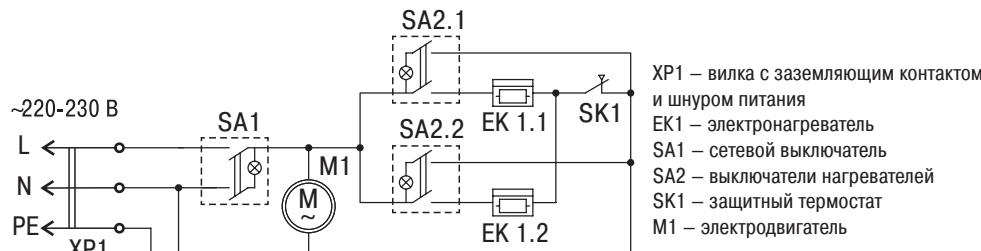

Рисунок 4.
2. На задней поверхности корпуса расположены фигурные прорези (6) для монтажа на стену.
3. Схема электрических соединений и узлов прибора показана на рис. 4. Нагревательный элемент имеет два нагревателя (EK1, EK2), в цепь питания которых включен электродвигатель M1, рокерные переключатели SA1, SA2 и защитный термостат SK1.